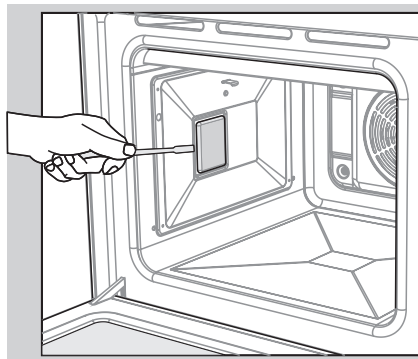

Рис. 21
- Снимите плафон боковой подсветки (рис.21).